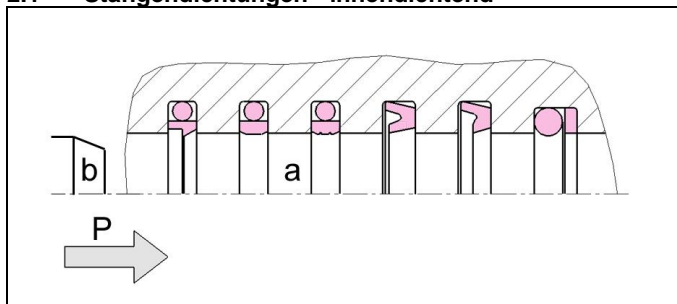

Abb. 1: Stangendichtungen mit Druckrichtung
**Achtung:** Auf richtige Lage der Dichtlippe zur Druckseite achten (siehe Abb.1). Vergewissern sie sich, dass die Dichtungen in der richtigen Nut montiert werden, da teilweise zwei Nuten vorhanden sind. Diese sind mit einer Haupt- (Primär-) und einer Neben- (Sekundärdichtung) versehen (siehe Abb. 3).